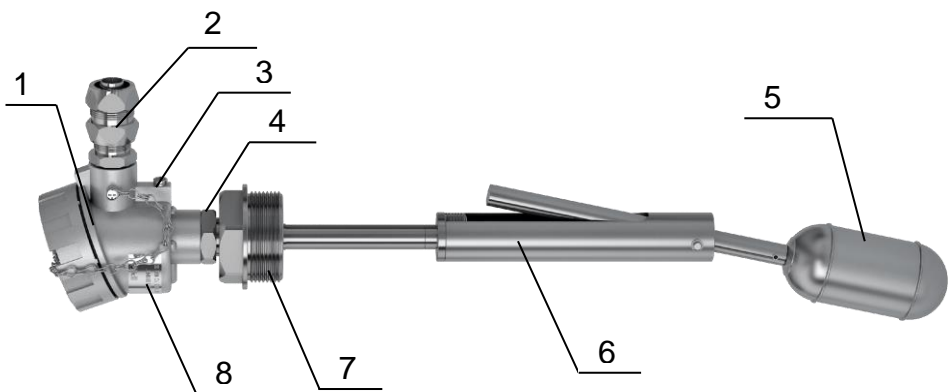
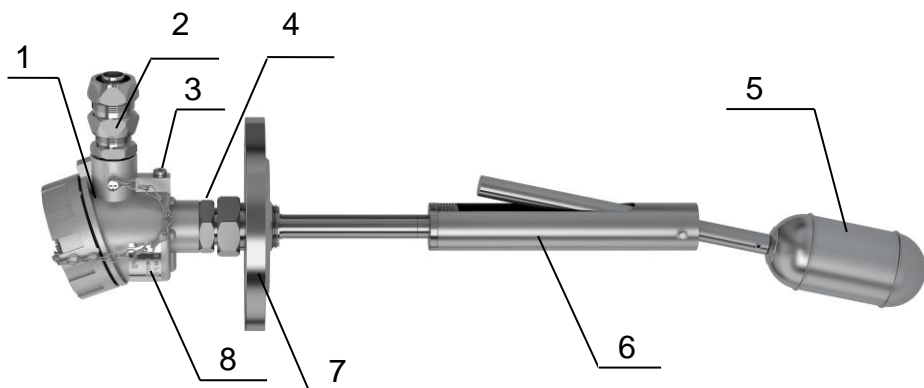

Рисунок 2.3 – Общий вид сигнализаторов М4 с резьбовым присоединением к процессу
Рисунок 2.3.1 – Общий вид сигнализаторов М4 с фланцевым присоединением к процессу
2.3.4 Сигнализаторы модификации M4 (рис. 2.3) отличаются конструктивным исполнением монтажной части, выполненной в виде ко-
- 7- монтажный элемент (резьбовой штуцер – рис. 2.3- или фланец - рис. 2.3.1);